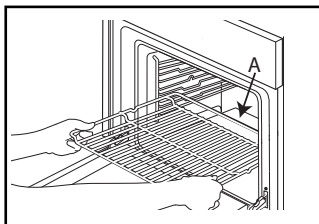

Fig. 1
1. För in gallret vågrätt med upphöjningen "A" vänd uppåt (Fig. 1).